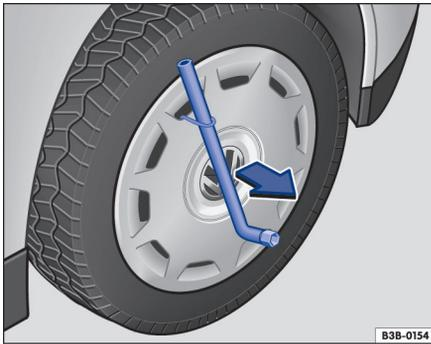

Fig. 184 Desmontar el tapacubos integral.
- Introduzca la llave de rueda por el gancho de alambre ⇒ fig. 184 y tire del tapacubos en el sentido de la flecha.